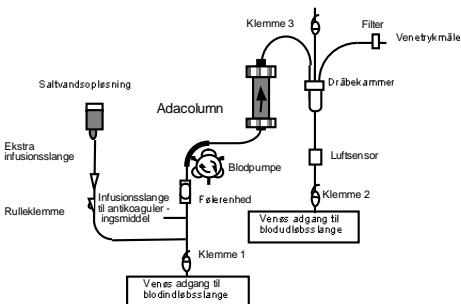

Fig. 3
- 2) Slut blodind- og udløbslangerne til de ovenfor beskrevne venøse indgange (Fig. 3). Man kan eventuelt vente med at slutte blodudløbslangen til den venøse indgang, indtil blodet når enden af udløbslangen.